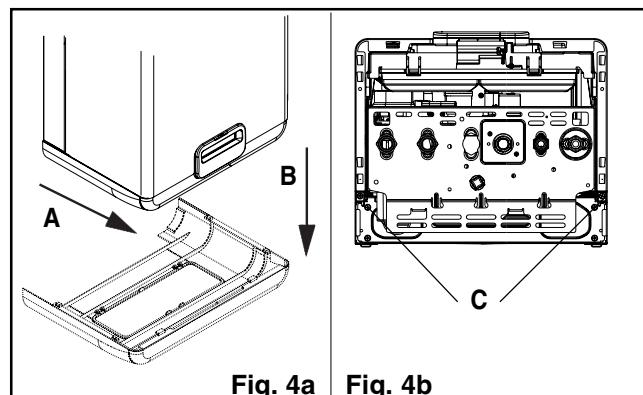

Fig. 4a Fig. 4b
- scoateti capacul tragandu-l spre dumneavoastra (**A**) (fig. 4a)